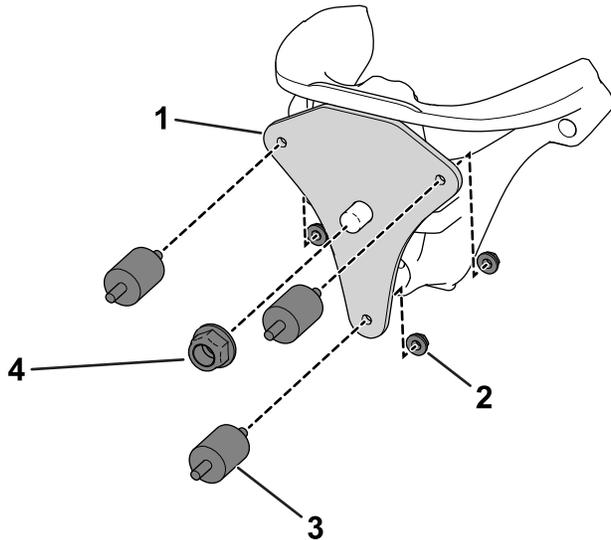

Figura 5
- Utilizzate un dado ($\frac{5}{8}$ ") per fissare la piastra di montaggio sulla testa di sterzo (**Figura 5**).
- Fissate i 3 supporti dell'ammortizzatore in gomma sulla piastra di montaggio con 3 dadi ($\frac{5}{16}$ ") come illustrato nella **Figura 5**.